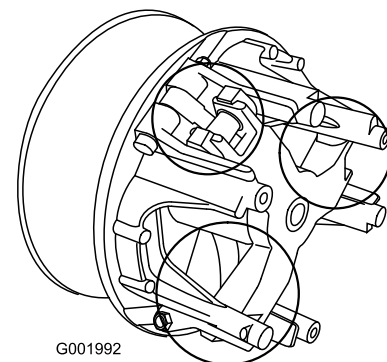

Bild 59
5. Schmieren Sie die beweglichen Teile in den Bereichen, die in Bild 59 eingekreist sind, mit Toro Dry Lubricant Spray ein. Sie erhalten den Spray von Ihrem Toro Vertragshändler oder Distributor.